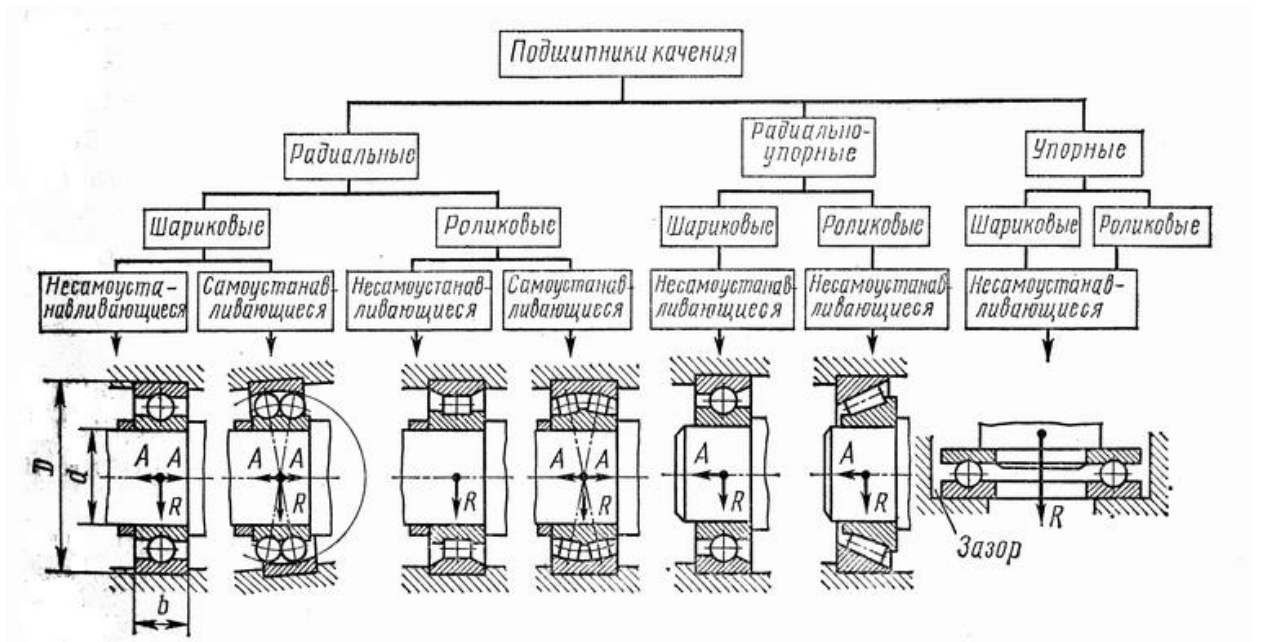

Рисунок 11.3 - Классификация подшипников качения
2. По направлению воспринимаемой нагрузки: радиальные (нагрузка действует по радиусу подшипника); радиально-упорные (нагрузка действует вдоль радиуса и вдоль оси вращения подшипника); упорные (нагрузка действует вдоль оси вращения подшипника) (рисунок 11.3.).